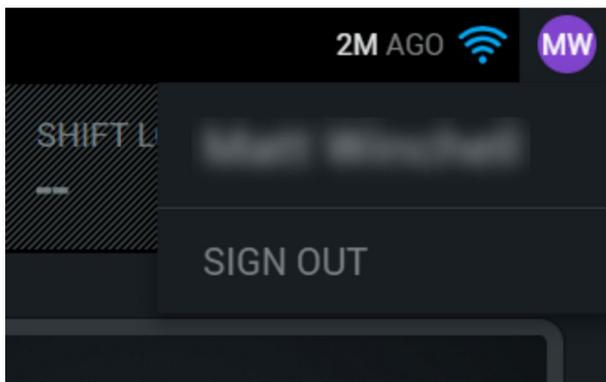

Abbildung 6
4. Wenn sich der Fahrer abmelden möchte, die Initialen des Fahrers in der oberen rechten Ecke des Bildschirms drücken, wie in Abbildung 6 dargestellt.